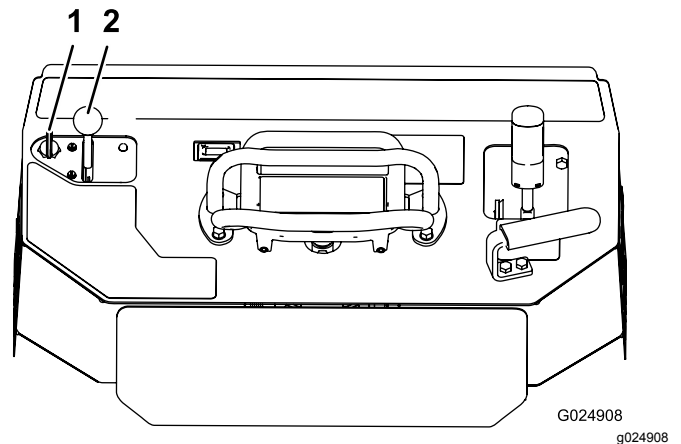

Figura 18
1. Mueva la palanca del acelerador a un punto intermedio entre las posiciones de LENTO y RÁPIDO (Figura 18).
2. Gire la llave a la posición de CONECTADO (Figura 18). Cuando el motor arranque, suelte la llave.
3. Mueva la palanca del acelerador a la posición deseada (Figura 18).
2. Mueva la palanca del acelerador a la posición de LENTO (Figura 18).